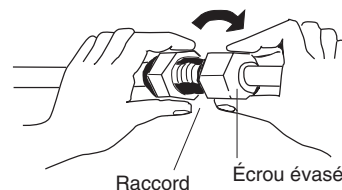

Fig. 5-5
- (3) Pour une bonne connexion, alignez le tuyau de raccordement et le tube évasé droit entre eux, puis vissez d'abord légèrement l'écrou évasé pour obtenir une bonne correspondance. (Fig. 5-5)